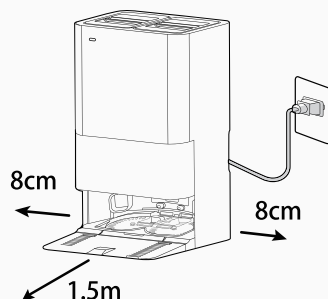

Fig. 3
3. Coloque a estação de carregamento num pavimento nivelado e não refletivo, de preferência encostada a uma parede. Se a superfície do pavimento for muito reflexiva, isso interferirá no sistema de navegação do Robô e ele poderá ter dificuldades para localizar a estação de carregamento. Certifique-se de que haja pelo menos 8 cm de espaço em ambos os lados e pelo menos 1,5m de área livre na frente [Fig. 3]